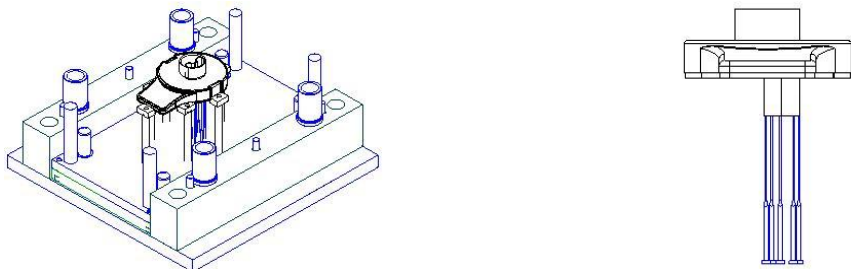

图7-106
11. 在【标准件管理】对话框中单击 **确定** 按钮，弹出【点构造器】对话框。在【绝对】输入状态下依次输入坐标点 $(3.42, -7.78, 0)$ 、 $(-1.85, -21.29, 0)$ 、 $(11.66, -26.55, 0)$ 、 $(23.99, -16.3, 0)$ 、 $(29, 0, 0)$ 、 $(23.99, 16.3, 0)$ 、 $(11.66, 26.55, 0)$ 、 $(-1.85, 21.29, 0)$ 和 $(3.42, 7.78, 0)$ ，每输入完一次坐标单击一次 **确定** 按钮，然后单击 **取消** 按钮创建扁顶，如图 7-106 所示。